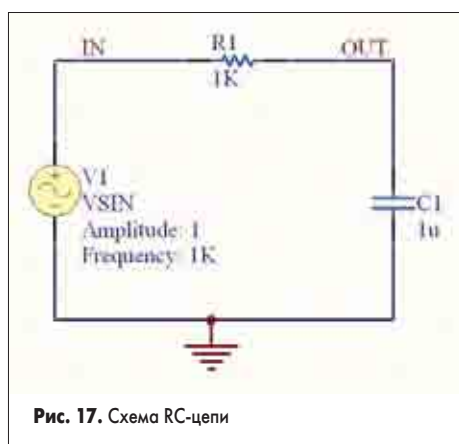

Рис. 17. Схема RC-цепи
3. Последовательным нажатием горячих клавиш V, F изменим масштаб для оптимального просмотра всей схемы (рис. 17). Легко видеть, что схема содержит простейшую RC-цепь.